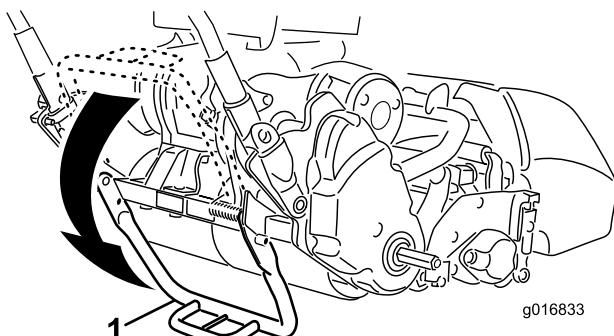

Figura 7
- Empurre o apoio para baixo com o pé **no centro do apoio** e empurre a pega central inferior da máquina para cima até que o apoio tenha rodado para a frente, sobre o centro (Figura 7).